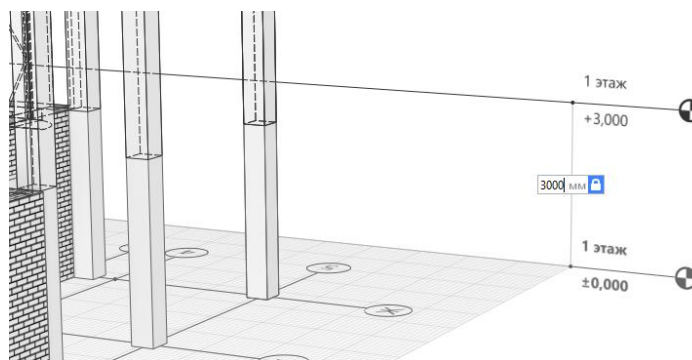

Рис. 3 Копирование уровня
6. Переместим указатель мыши немного вверх и введем в динамическом поле ввода - **3000 мм**. (рис. 3)